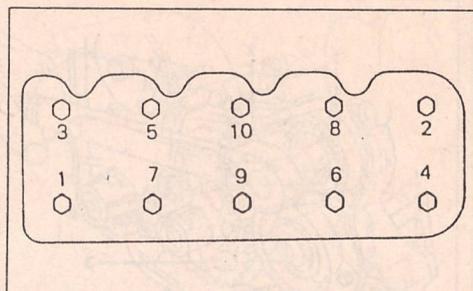

Рис. 14. Последовательность отворачивания болтов крепления головки цилиндров (относится ко всем двигателям).
- Отвернуть болты крепления головки цилиндров в последовательности, показанной на рис. 14.